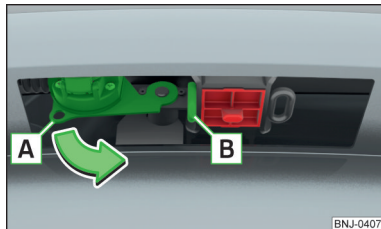

Abb. 242
- Die 13-polige Steckdose im Bereich **A** fassen und in Pfeilrichtung ausschwenken » Abb. 242.
- Die Abdeckkappe der Steckdose aufklappen und den Stecker des Anhängers (des Zubehörs) in die 13-polige Steckdose **A** einstecken » Abb. 242. (Wenn der Anhänger/das Zubehör über einen 7-poligen Stecker verfügt, einen Adapter aus dem ŠKODA Original Zubehör verwenden).